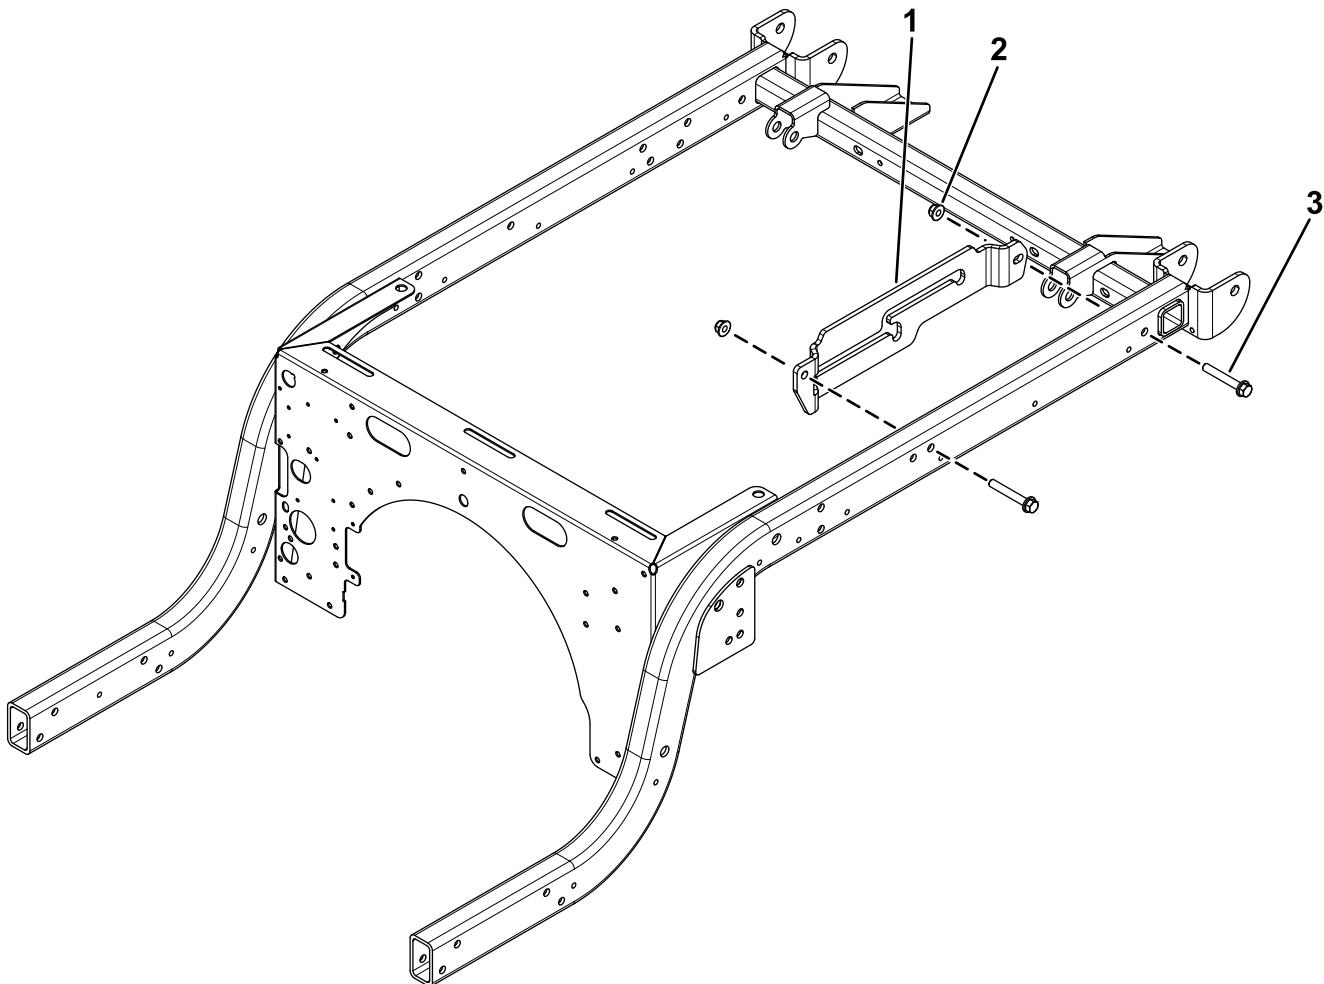

図 3
1. マシンのフレームに支持棒ブラケットを固定する六角ヘッドボルト $\frac{3}{8} \times 2\frac{1}{2}$ " 2 本とロックナット $\frac{3}{8}$ " 2 個で図 3 のように取り付ける。